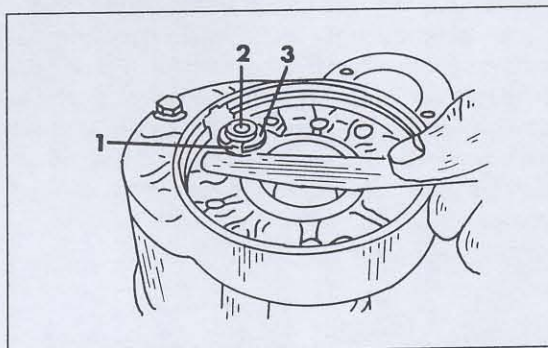
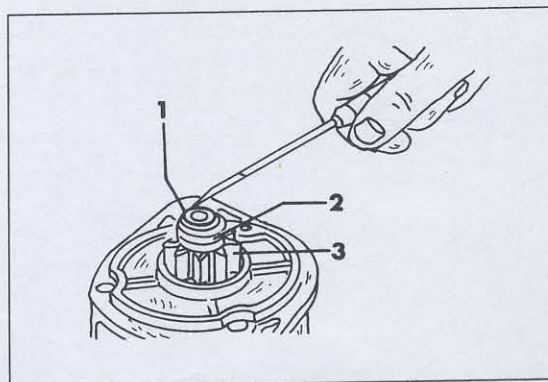

Bild 339
Bild 340
- Die Schrauben (11) lösen und den Deckel (12) abnehmen.
- Den Anlasser wie in Bild 339 gezeigt auf-
● Den Anschlagring auf dem Ende des Anlasserritzels zurückschlagen, wie es in Bild 332 gezeigt ist und dann mit einem Schraubenzieher in der in Bild 340 gezeigten Weise den Sicherungsring aus der Nut in der Ritzelwelle herausheben. Das Anlasserritzel kann jetzt heruntergezogen werden. Eventuelle Grate vorher entfernen. Die beiden Lager können nach Ausbau des Ankers von der Ankerwelle gezogen werden, um sie zu erneuern. Neue Lager mit einem geeigneten Rohrstück aufschlagen. Alle Prüfungen werden in gleicher Weise durchgeführt, wie es beim Anlasser mit Direktantrieb beschrieben wurde. Beim Zusammenbau des Anlassers das in Bild 339 ausgemessene Spiel wieder herstellen. Dies wird durch Einlegen oder Herausnehmen der Scheiben (14) hergestellt.